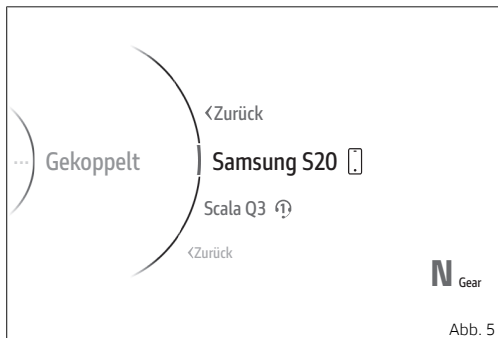

Abb. 5
- Im „Interactive Menu“ über die Tasten (1) und (2) die Angabe „Einstellungen“ markieren, dann auf ENTER (3) drücken.
- Die Angabe „Bluetooth“ markieren, dann auf ENTER (3) drücken.
- Die Angabe „Gekoppelte Geräte“ markieren, dann auf ENTER (3) drücken.
Die gekoppelten Geräte werden aufgelistet (Abb. 5 S.28). Durch Betätigen der Tasten (1) und (2) das gewünschte Gerät markieren, dann auf ENTER (3) drücken.